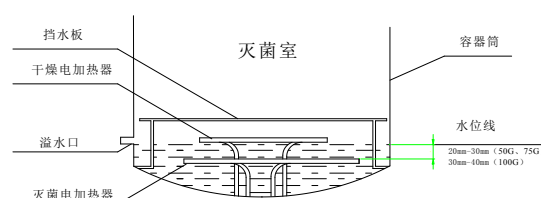

图 7 手动加水水位示意图
- 手动加水时，容器筒内水位应加至超过灭菌电加热器上表面 20mm~30mm（50G、75G）；30mm~40mm（100 G）即可（挡水板下）。如图 7 所示：